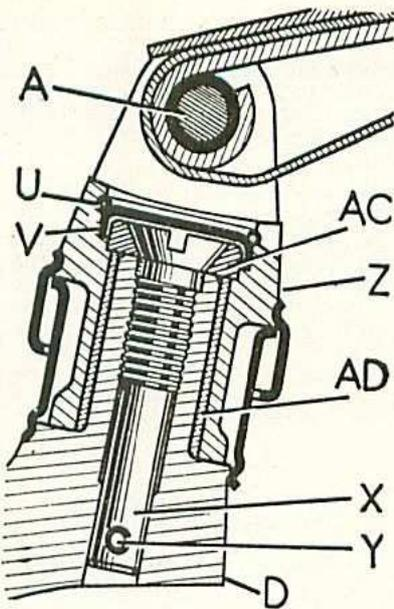

Fig. 71. — Vue en coupe d'une main supérieure de pivot (jusqu'au code CU)
- Tourner le pivot dans l'étau, déposer, à l'aide d'un tournevis, le jonc d'arrêt (U) (fig. 71) la capsule d'étanchéité (V) la goupille (Y). Débloquer et déposer la vis X, la rondelle de butée (AC) la main du ressort supérieur.